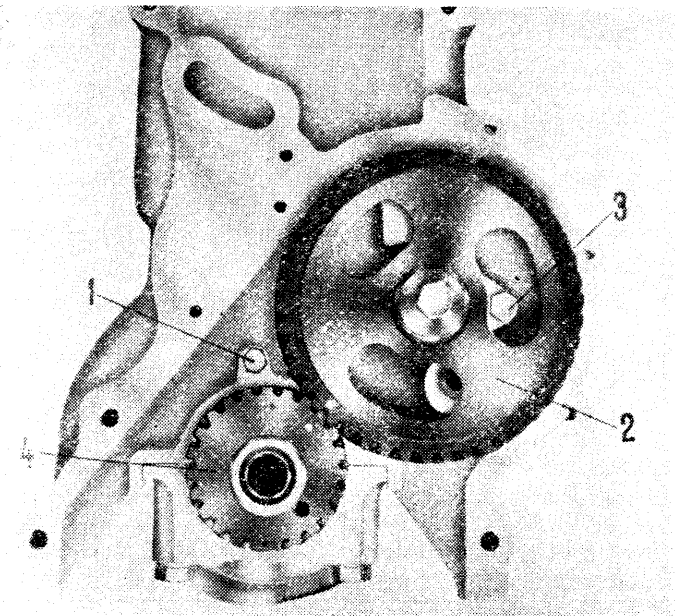

Abb. 34. Einbau der Nockenwelle.
3.6.4. EINBAU DER NOCKENWELLE (Abb. 34).